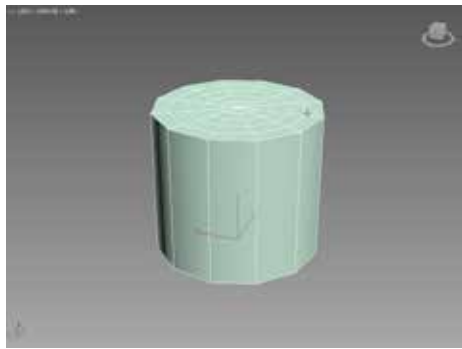

图 2-100 设置纺锤高度
STEP 02 释放鼠标左键，并拖动鼠标，设置纺锤高度，如图 2-100 所示。